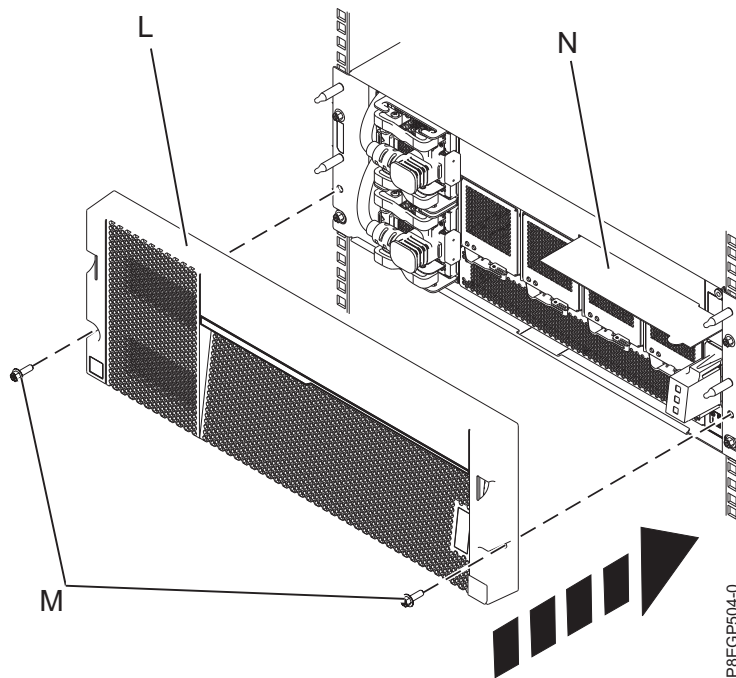

Abbildung 9. Abdeckung installieren und Serviceinformationskarte einlegen
7. Installieren Sie die Abdeckung (**L**) auf dem Einschub. Drücken Sie die Abdeckung in die richtige Position und befestigen Sie sie an der linken und der rechten Schiene mit zwei M5-Schrauben (**M**). Siehe Abb. 9.